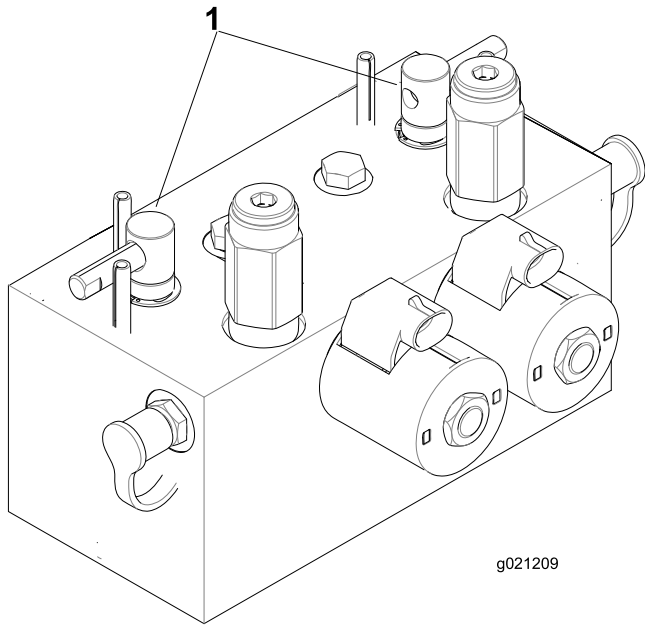

図 95
2. ラッチのロックを外してフードを開けるとバックラップレバーが見える 図 95。
5. バックラップレバーで、前のカッティングユニット又は後ろのカッティングユニット、あるいは両方を選択する 図 95。